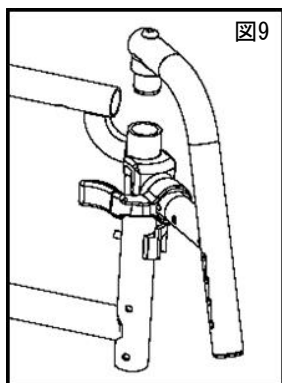
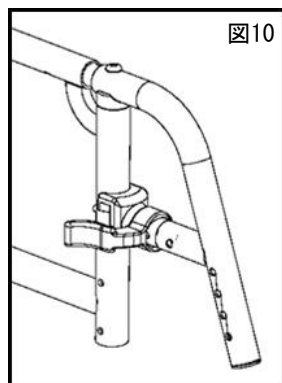

図9
図10
- フットサポートがフレームの内側もしくは外側を向くようにし、スイングアウトハンガーのピボットサドルをフロントフレームチューブのレシーバーに差し込みます(図9)。
- フットサポートを、ラッチブロックの所定の位置に固定されるまで回転させます(図10)。
- フットサポートをフレームの内側または外側に向けて、旋回式サドルをフロントフレームチューブのレシーバーに差し込みます。22ページの図9・図10と同様です。